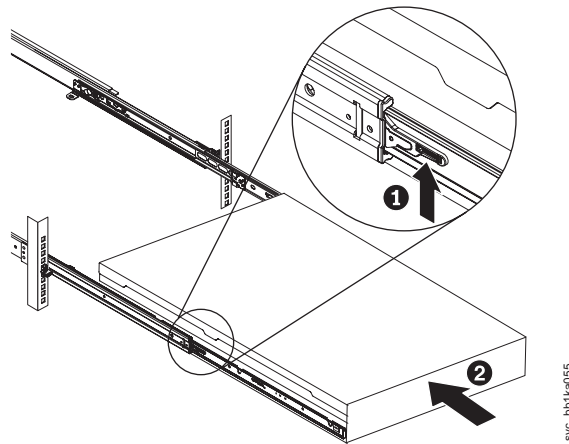

図 111. ラックのスライド・レールの SAN ボリューム・コントローラー 2145-CF8 ロック・レバーを上げる
12. スライド・レール上のロック・レバー (図 111 の **1**) を上げて、サーバー **2** を、所定の位置にカチッと音を立てて収まるまで、ラック内に完全に押し込みます。